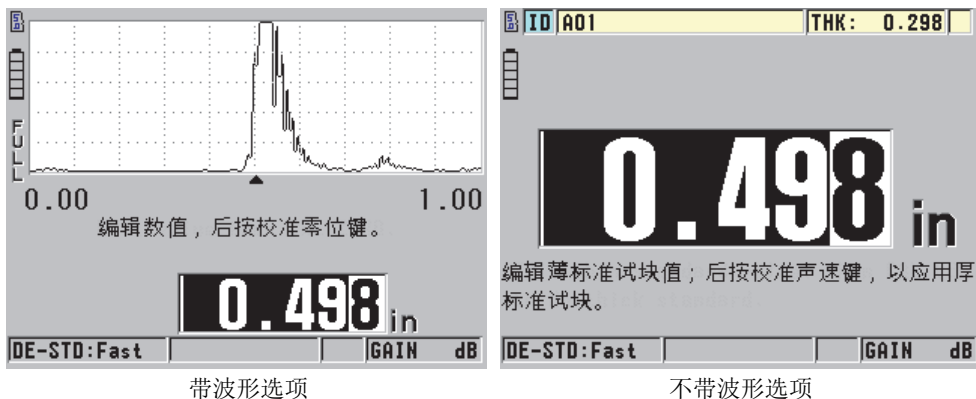

图 5-5 在 5 阶试块上进行声速校准
1. 要使用一个带有或不带波形软件选项的仪器进行材料声速校准（参见第 63 页的图 5-5）：